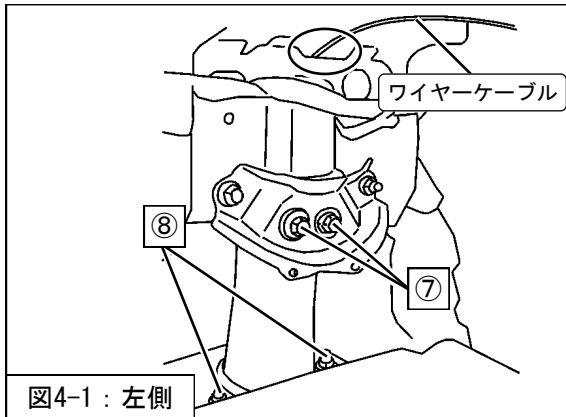

図4-1：左側
2. P 14 「減衰力調整方法」を参考に、ワイヤーケーブル（同梱品）をリアサスペンションASSYシャフト先端に取付け、トランクルーム内まで通してください。（図4-1）
⑧アッパーマウント取付ナット（締付トルク：46.1～62.8N・m）を車両に取付けてください。（図4-1）
4. ⑦ブラケット取付ボルト（締付トルク：37.2～51.9N・m）を取付けてください。（図4-1）